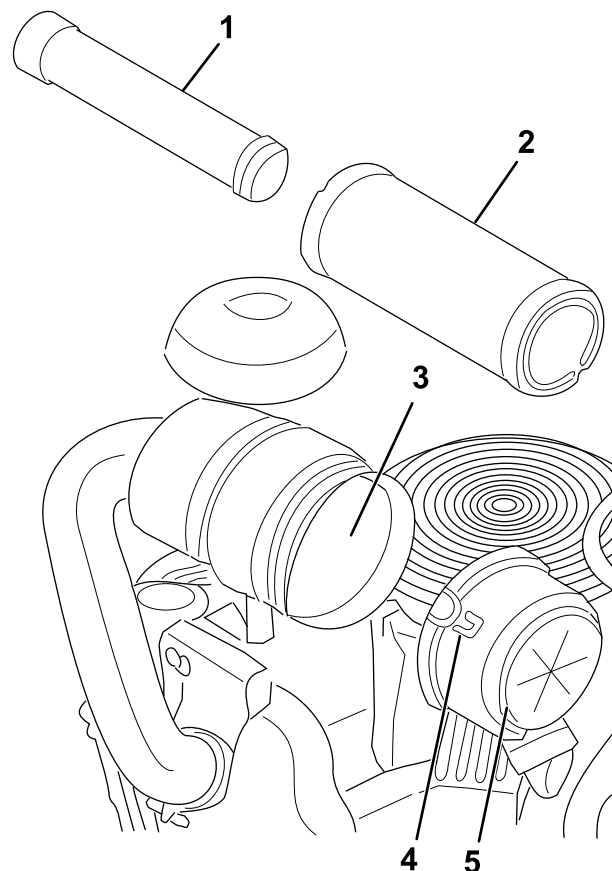

Figure 43
3. Ouvrez les dispositifs de verrouillage du filtre à air et détachez le couvercle du boîtier du filtre (Figure 43).
5. Sortez le préfiltre du boîtier du filtre avec précaution (Figure 43).
2. Si vous remplacez l'élément intérieur, insérez-le avec précaution dans le boîtier du filtre (Figure 43).
3. Placez ensuite le préfiltre sur l'élément de sécurité avec le même soin (Figure 43).
4. Remettez en place et verrouillez le couvercle du filtre à air (Figure 43).